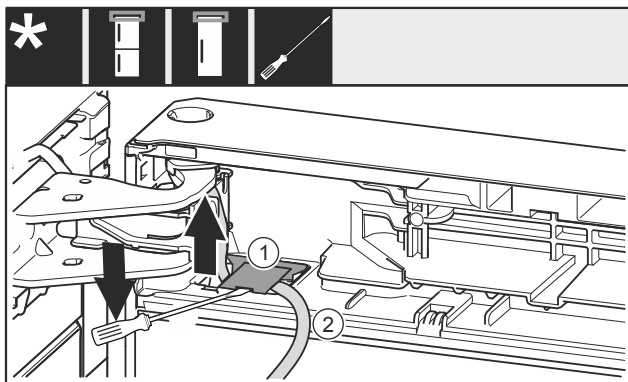

Fig. 20
- ▶ Cu șurubelnița dreaptă ridicați și extrageți capacul Fig. 20 (1).
- ▶ Extrageți cablul Fig. 20 (2).